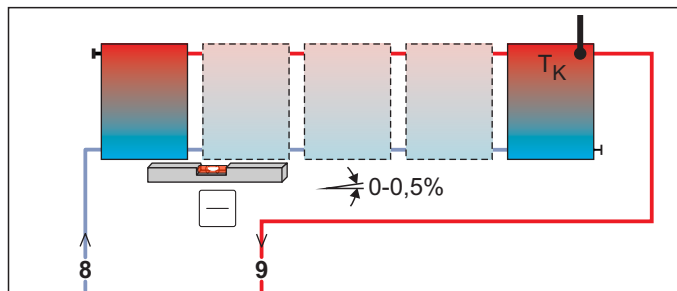
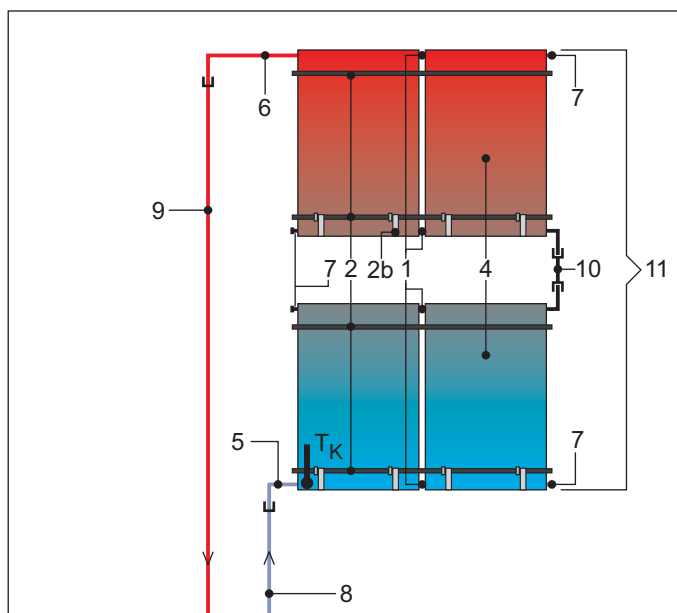
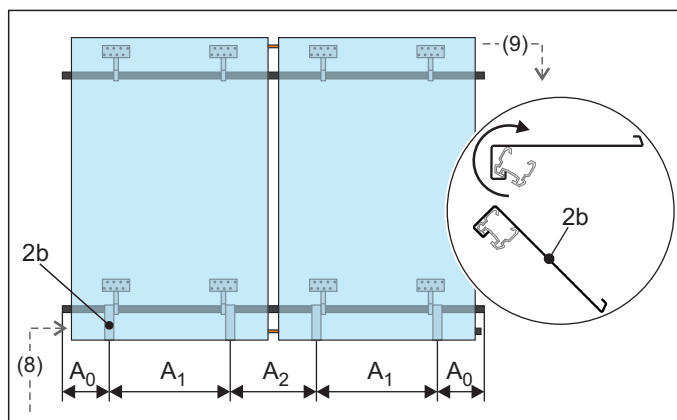

Bild 4-1 Wechselseitig angeschlossenes Solar-Kollektorfeld (empfohlen)
Bild 4-3 Alternative Solar-Kollektoranordnung
Bild 4-5 Arbeitsschritt 1: Ausrichtung der Sicherungshaken (Legende siehe Tab. 4-1, Maße siehe Tab. 4-3)
Alternativ zu der in dieser Anleitung beschriebenen reinen Parallelschaltung der Solar-Kollektoren können bei Bedarf maximal 3 Kollektorreihen auch übereinander montiert werden. Übereinander liegende Kollektoren bzw. Kollektorfelder müssen in Reihe geschaltet werden (Bild 4-3).
Tab. 4-1 Legende zu Bild 4-1 bis Bild 4-3 und Bild 4-5
- Vorlauf-Verbindungsleitung ist oben und Rücklauf-Verbindungsleitung ist unten an den Kollektor anzuschließen (siehe Bild 4-1 bis Bild 4-3 und Bild 4-5).